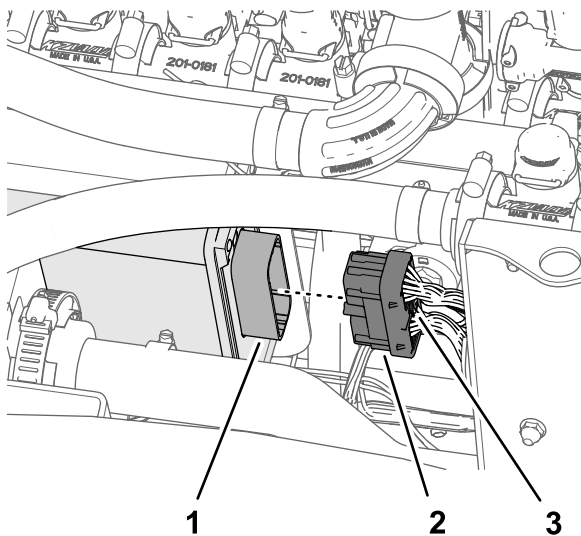

Figure 134
2. Branchez le connecteur à 40 douilles de la branche de 102 cm du faisceau du kit au connecteur à 40 broches si le contrôleur ASC 10 est monté (Figure 134).
3. Vissez à la main la vis à oreilles du connecteur à 40 douilles dans le connecteur de l'ASC 10 (Figure 134).